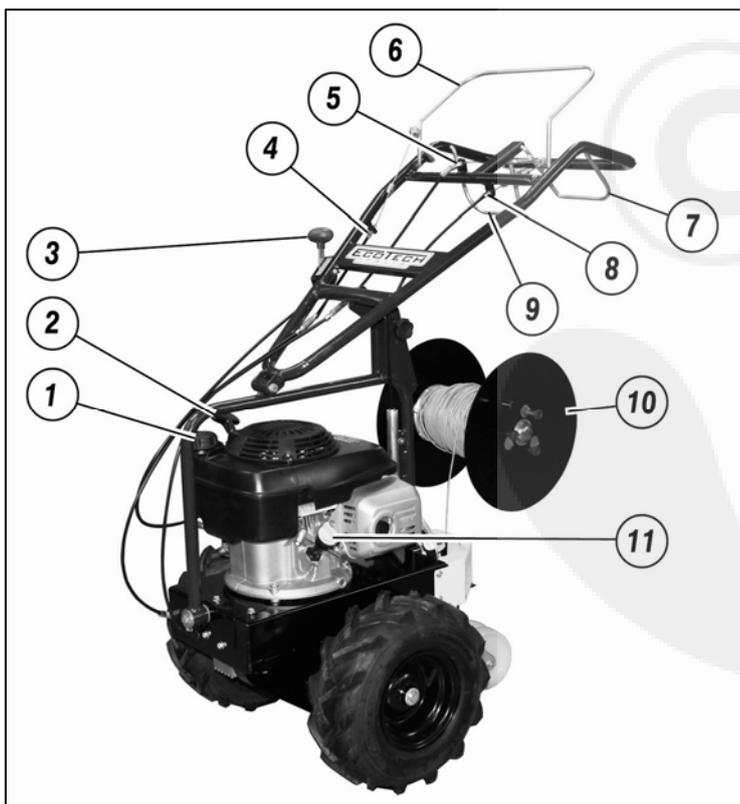

Abb.1
- Überprüfen Sie, dass der Ölstand nicht unter dem Minimum liegt: Die Verschlusskappe (Abb. 1 Nr. 11) aufschrauben, mit einem sauberen Tuch den Ölmesstab reinigen und die Verschlusskappe wieder aufschrauben. Erneut aufschrauben und überprüfen, ob der Ölstand zwischen den zwei Kerben, Minimum und Maximum, liegt. Liegt der Ölstand unter dem Minimum, mit Öl auffüllen, bis der optimale Ölstand erreicht ist. (Das geeignete Öl erhalten Sie bei Ihrem Händler).
- Überprüfen Sie, dass alle Hebel in neutraler Stellung stehen (Abb. 1 Nr. 6/Nr. 9).
- Für den Kaltstart des Motors, den Gashebel (Abb. 1 Nr. 3) auf die START-Position stellen.
- Den Drehgriff zum Anlassen des Motors greifen (Abb. 1 Nr. 2) und dann einen energischen Ruck ausüben. Einige Minuten warten, bis der Motor seine Betriebstemperatur erreicht, bevor Sie die Maschine auf Hochtouren bringen.
Bevor mit der Arbeit begonnen wird, das Kabel in die entsprechende Kabelspule legen, die Einbautiefe einstellen, das Kabelende an einen Pflock binden und sicher stellen, dass sich in einem Aktionsradius von mindestens 15 Metern keine Personen, Tiere oder Wertsachen befinden. Dann den Motor starten, und sobald er warm gelaufen ist, mit der Arbeit beginnen. Den Drehschalthebel der Fräse bis zum Anschlag betätigen (Abb. 1 Nr. 9), den Vorschubhebel bis zum Anschlag einlegen und mit der Arbeit beginnen, dabei stets höchste Vorsicht walten lassen. Die unten aufgelisteten Beschreibungen der Arbeitsschritte aufmerksam lesen. Im Sommer oder wenn der Boden besonders trocken ist, die Wiese vor Arbeitsbeginn reichlich gießen.
DIE MASCHINE BENÖTIGT EINE EINFahrZEIT! WÄHREND DER ERSTEN BETRIEBSSTUNDE STELLEN SICH DIE RIEMEN EIN. ÜBERPRÜFEN SIE, DASS DIE SPANNFEDERN STETS ANGEMESSEN ARBEITEN (Abb. 1 Nr. 4/Nr. 5).
Für einen besseren Maschinengebrauch empfehlen wir, aufgrund der vielfältigen Kabelarten und der auf dem Markt vorhandenen Spulentypen, das Kabel auf die dafür vorgesehene Kabeltrommel aufzuwickeln (Abb. 1 Nr. 10), mit Hilfe des an der Kabeltrommel befindlichen Hebels. Es ist wichtig, das Kabel im Uhrzeigersinn aufzuwickeln, um während der Arbeit eine perfekte Abwicklung des Kabels (Abb. 2) zu gewährleisten. Möchte man hingegen die bereits aufgewickelten Kabelspulen verwenden, kann die linke Wandseite von der Kabeltrommel abmontiert werden, indem die drei Knöpfe (Abb. 3) gelöst werden und an der Wandseite eine leichte Drehung durchgeführt wird. Die Spule auf das Rohr der Kabeltrommel positionieren, eventuell unter Verwendung von Adaptern, dann die Wand wieder montieren und die drei Knöpfe fest anziehen. Nachdem das Kabel in der Kabeltrommel positioniert ist, das Kabelende in das Rohr der Flosse (Abb. 4) einfädeln, bis es unten einige Zentimeter herausragt.
Um die Einbaugeschwindigkeit ins Erdreich zu regulieren, wird der Gashebel (Abb. 1 Nr. 3) betätigt, wobei die Motordrehzahl erhöht oder gesenkt wird. Regulieren Sie **NIEMALS** die Geschwindigkeit, indem Sie die Kupplungsscheiben leicht aus dem Getriebegehäuse gleiten lassen. Durch eine solche Tätigkeit werden schwerwiegende Schäden am mechanischen Teil des Getriebes verursacht. Der Vorschubhebel (Abb. 1 Nr. 9) muss **STETS** bis zum Anschlag gezogen werden, d.h. er muss den Lenker berühren.